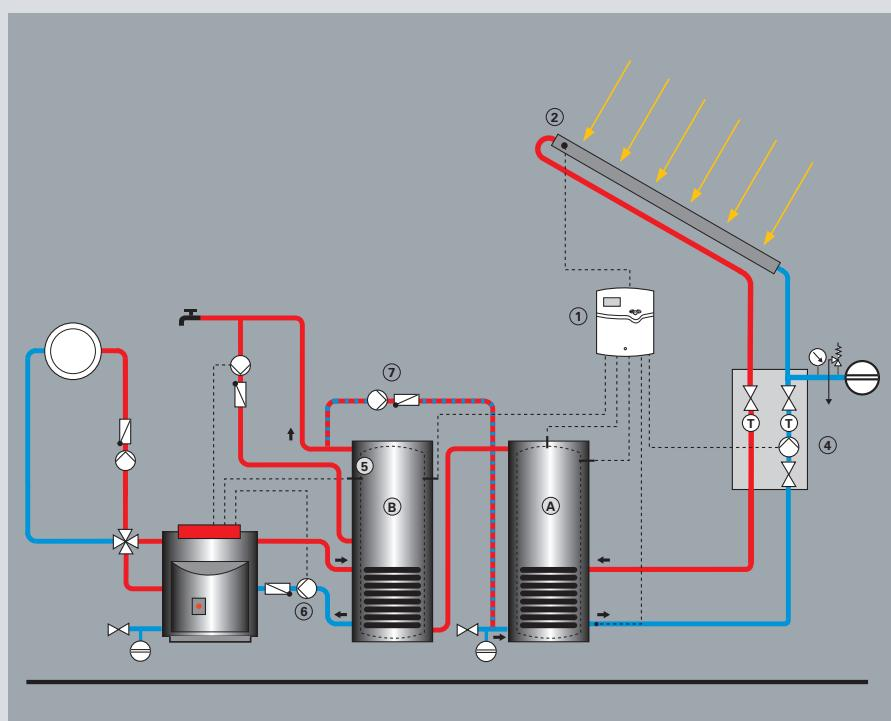

Fig. 30 : Production d'eau chaude sanitaire deux énergies avec des capteurs solaires et deux préparateurs d'eau chaude sanitaire
Installation solaire équipée de deux préparateurs (fig. 30)
Le préparateur d'eau chaude sanitaire (B) est, comme dans la figure 30, alimenté par la chaudière dès que la température de stockage est inférieure à la consigne réglée sur la sonde eau chaude sanitaire (5).